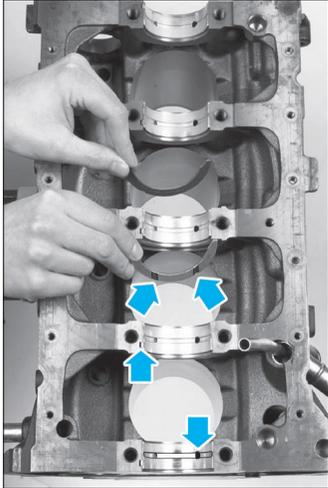

FIG. 44
- Monter les coussinets rainurés et percés dans le bloc-cylindres et dans le chapeau de palier n°1. L'ergot et le trou de lubrification doivent être positionnés avec l'évidement et le trou réalisés dans chaque portée de paliers (Fig.44).